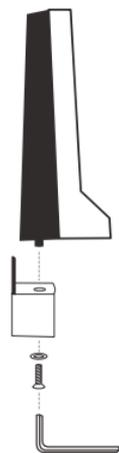

Figura 2
2. Collegare il manometro alla staffa di parete abbassando una staffa di parete superiore, facendo scorrere la linguetta maschio nella sede femmine della staffa. Fissare i due insieme utilizzando il bullone allenamento (6 mm) e la rondella dal basso. Stringere saldamente con una chiave grande (6 mm) (Figura 2).